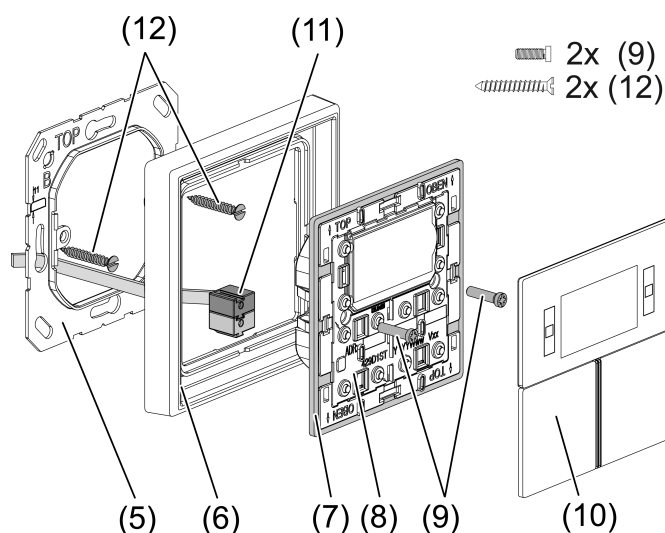

Figura 2: Montaje módulo de reglaje
- Montar a presión el marco adaptador (7) desde delante en el módulo (8) (véase figura 2). Prestar atención a la marca **TOP** = arriba.